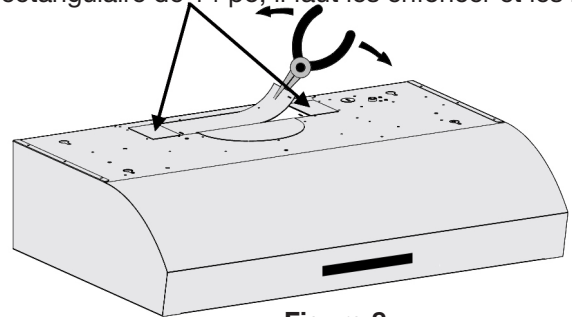

Figure 8
- Pour une évacuation rectangulaire vers le haut (verticale), il suffit d'installer le registre rectangulaire fourni (voir les figures 8, 9 et 10) en utilisant quatre vis ST4 × 8 mm pour l'évent 10 po, huit vis ST4 × 8 mm pour l'évent 14 po.